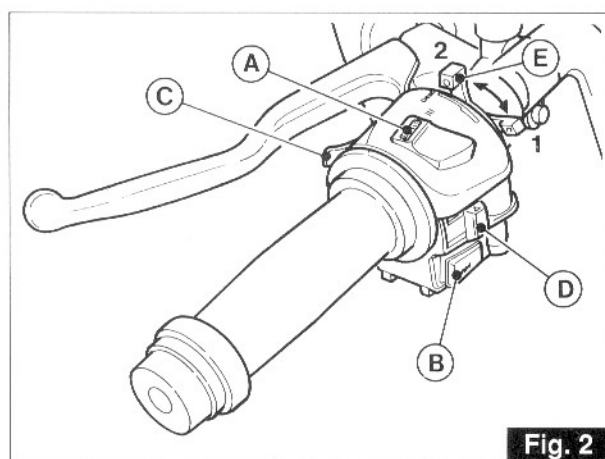

Fig. 2
Interrupteurs de commande feux (fig. 2 et 3)
Interrupteur «A» (lights) (fig. 2)
Schalter für Beleuchtung (Abb. 2 und 3)
Schalter «A» (lights) (Abb. 2)
Bouton klaxon, appels de phare et interrupteur clignotants (fig. 2)
- si le moteur est froid, mettre le starter «CHOKE» «E» sur la position «1» (voir fig. 2);
Commande starter «CHOKE» («E» fig.2)
Druckknopf für Hupe, Passing und Schalter für Blinker (Abb. 2)
- bei kaltem Motor den Hebel «E» «CHOKE» auf Startschaltstellung «1» legen (siehe Abb. 2);
Starthilfshebel «Choke» («E» in Abb. 2)